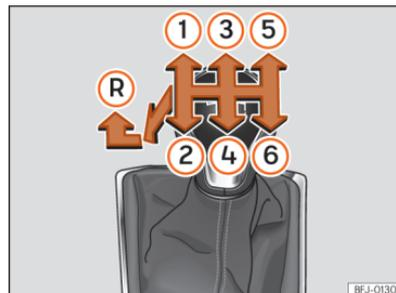

Abb. 118 Schaltschema eines 6-Gang-Schaltgetriebes.
Auf dem Schalthebel sind die Positionen der einzelnen Fahrgänge dargestellt **>>>** (Abb. 118).
- Schalthebel in die Neutralstellung bringen und nach unten drücken. Schalthebel ganz nach links und dann nach vorn in die Rückwärtsgangposition schieben >>> (Abb. 118) .